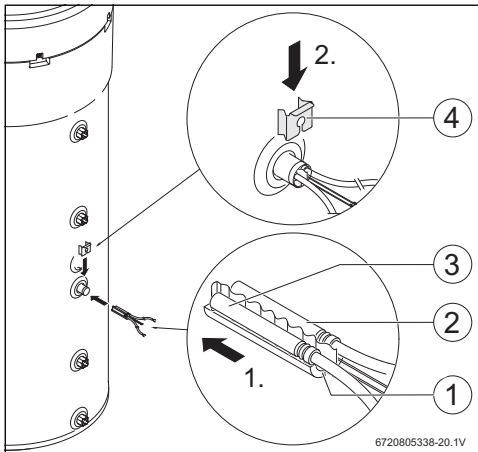

Bild 7
- ▶ Montage-Set [1], Temperaturfühler NTC des Zubehörs [2] und den Temperaturfühler NTC des Reglers [3] montieren und wie in Bild 7 dargestellt positionieren.